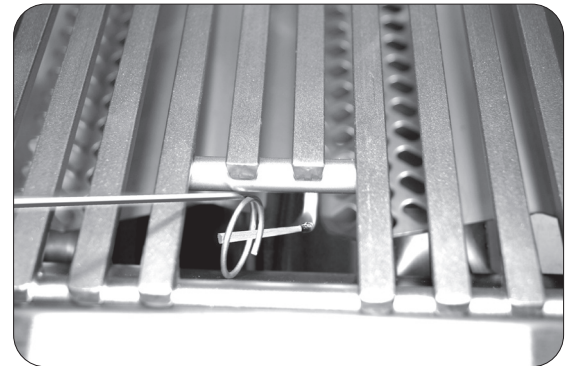

Fig. 30-2 - Éclairage manuel
2. Insérez soit un allumeur au butane brûlant à long canon, soit un allumeur à longue tige brûlante dans l'ouverture de la grille de cuisson vers le haut du brûleur (Fig. 30-2). Pour les backburners, maintenez la flamme contre la surface du backburner.
4. Si le brûleur ne se allume pas dans les **cinq (5) secondes** de tourner le bouton de commande, enfoncez immédiatement le bouton et tournez la valve à **AU LOIN**. ATTENDEZ CINQ (5) MINUTES avant de répéter les étapes 2 à 4 des instructions manuelles d'éclairage.